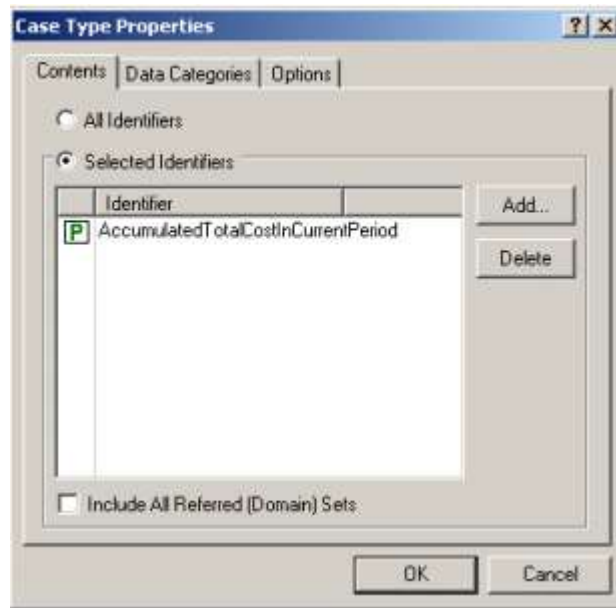

图 14.11: **Case Type Properties** 对话框的 **Contents** 标签
- 选择参数 `AccumulatedTotalCostInCurrentPeriod`（见图 14.11），然后